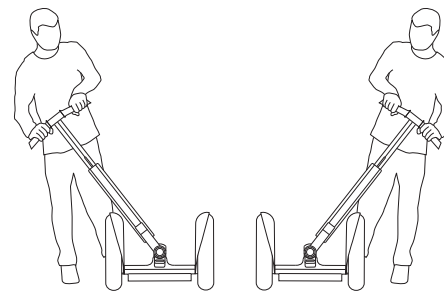

Figura 6: controllo del montante LeanSteer
5. Con il Segway PT spento (OFF), inclinare il montante LeanSteer verso sinistra e verso destra, fino a toccare ogni parafango (vedere la **Figura 6**).